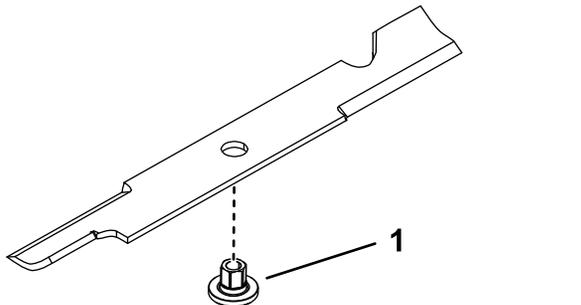

Figura 111
1. Instale el buje a través de la cuchilla con la brida del buje en el lado inferior (lado del césped) de la cuchilla (**Figura 111**).